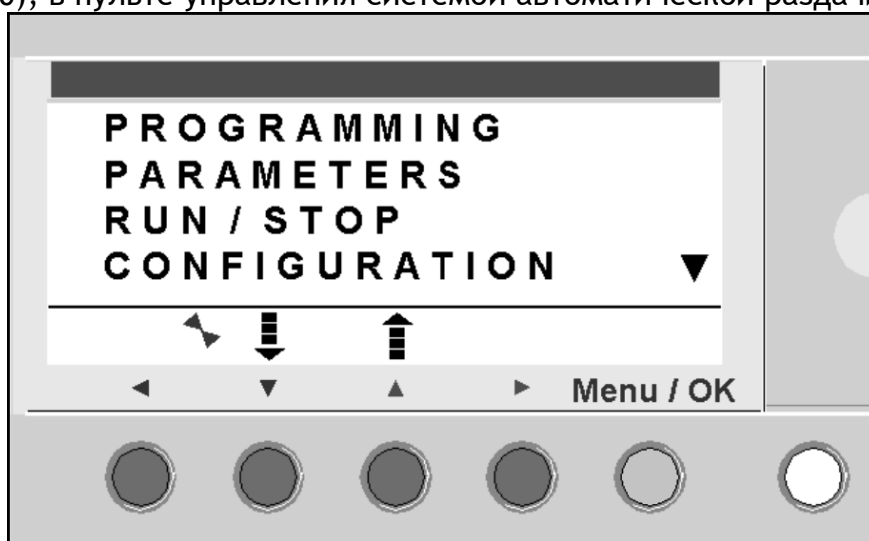

Рисунок 3.20
3. Очистить память настроек системы - нажать и удерживать в течении 5-и секунд левую кнопку (отмечена **символом** ◀) на панели логического исполнителя «А1» (рис.3.20), в пульте управления системой автоматической раздачи корма.